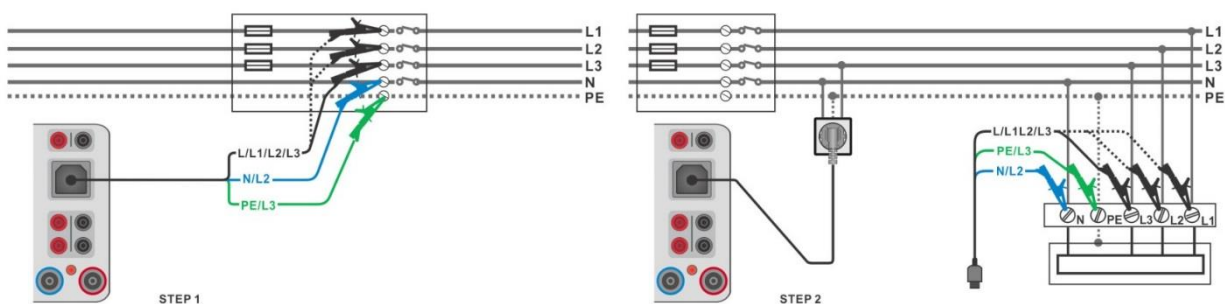

Abbildung 6.88: Zref (STEP1) und Spannungsfall (STEP2) Messung - Anschluss Commander-Prüfsteckers oder 3-Leiter Prüfadapter
- › Verbinden Sie das 3-drahtige Prüfkabel mit dem Ursprung der elektrischen Installation, siehe **Abbildung 6.88**.
- › Verbinden Sie das 3-drahtige Prüfkabel oder das Steckerprüfkabel mit den getesteten Punkten, siehe **Abbildung 6.88**.